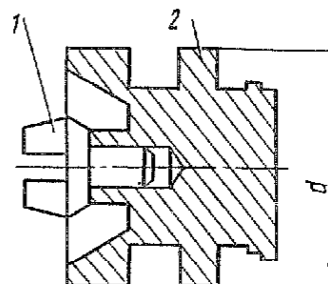

Рис. 198. Поршень колесного цилиндра в сборе:
2.2. Поршень колесного цилиндра в сборе (рис. 198)